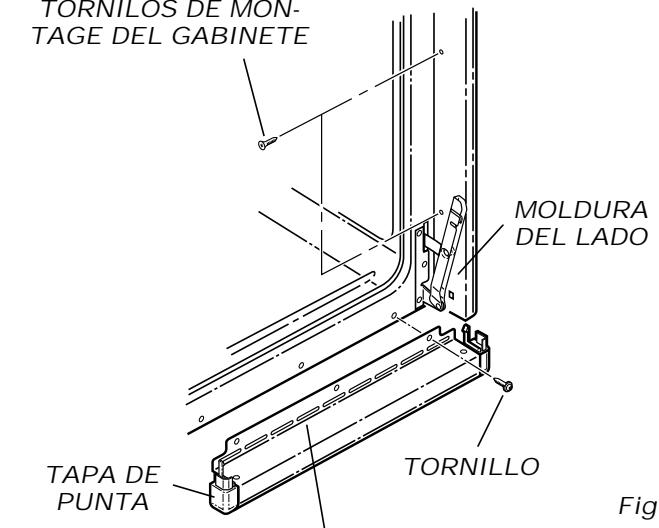

Fig. 5
- Instale las tapas de las puntas y la moldura de abajo en el frente del marco con los tornillos que se proveen. (Vea Fig. 5).
- Los Tres tornillos deben estar a 1/4" mÍn. de la parte de arriba del corte (Vea Fig. 5).